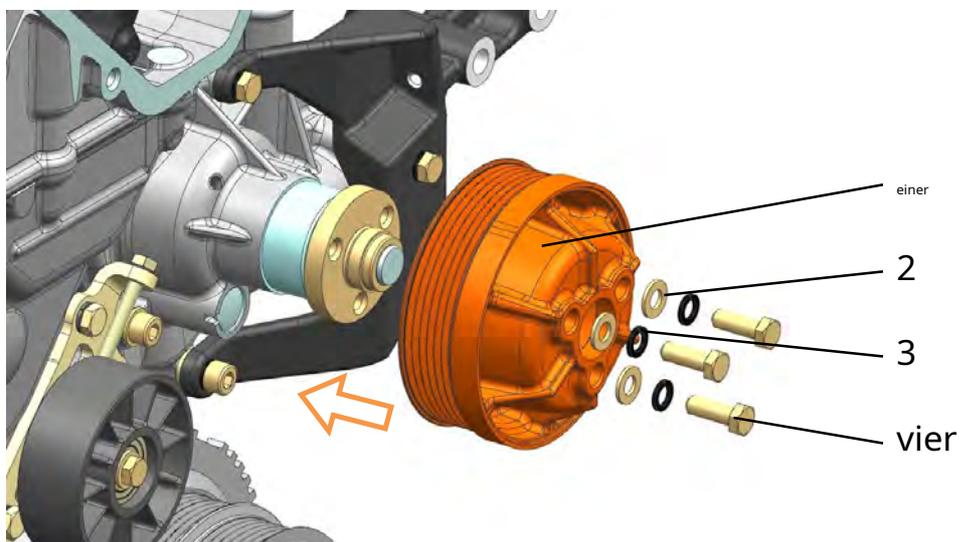

Abb. 169. Einbau der Wasserpumpenriemenscheibe:
**17.** Wasserpumpenriemenscheibe 1 (Abb. 169) einbauen und mit Schrauben 4 s. befestigen Unterlegscheiben 2 und Federscheiben 3, die Schrauben mit einem Drehmoment anziehen 13,7 ... 17,7 N·m (1,4 ... 1,8 kgf·m).